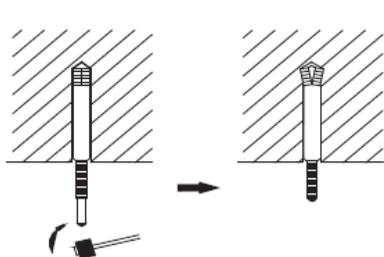

Fig. 3
- 1) Inserire il bullone di ancoraggio M10 nel foro e poi martellare l'asta nel bullone. Per la distanza tra i fori, vedere il disegno delle dimensioni esterne dell'unità interna. Vedere la Fig. 3 per l'installazione dei bulloni di ancoraggio.